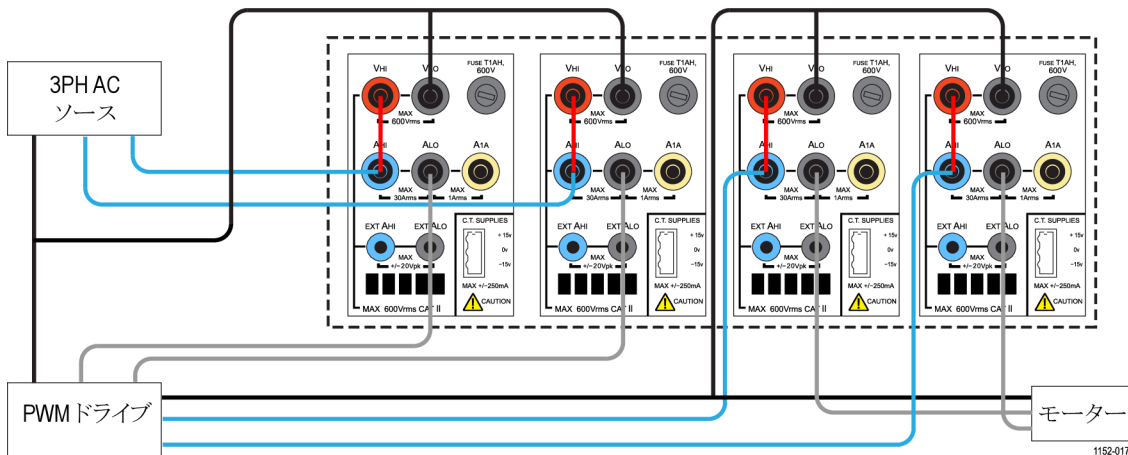

図 47: PWM モーター・ドライブの効率性 (3 相入力および 3 相出力)
1. 結線図に示すように、PWM モーター・ドライブの 3 相 AC 入力を PA3000 型の第 1 チャンネルと第 2 チャンネルに接続します。(図 47 参照)。